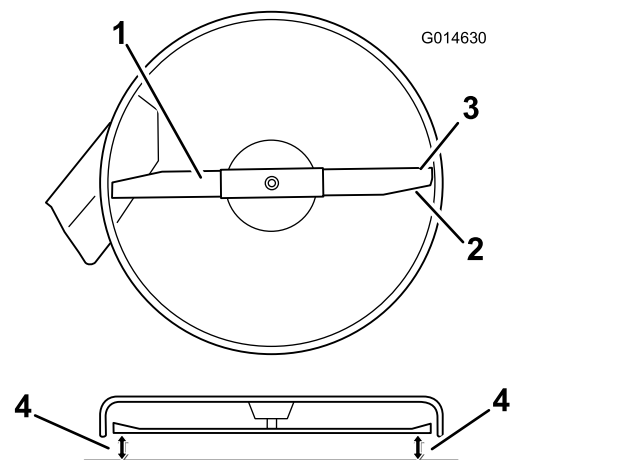
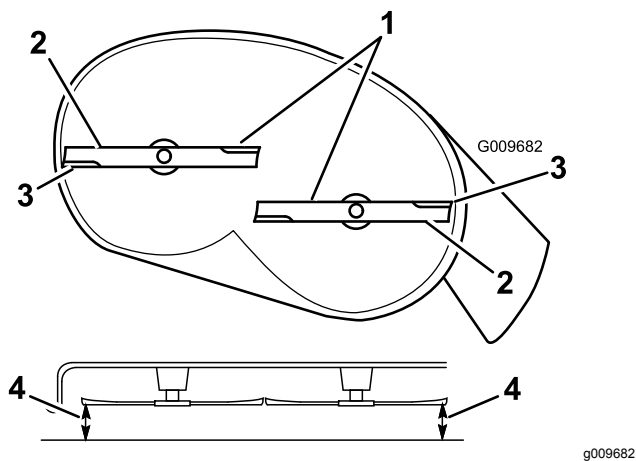

Bild 64
Bild 65
4. Drehen Sie die Messer vorsichtig, damit sie alle quer gestellt sind (Bild 64 und Bild 65).
5. Messen Sie den Abstand zwischen den äußeren Schnittkanten und der ebenen Oberfläche (Bild 64 und Bild 65).